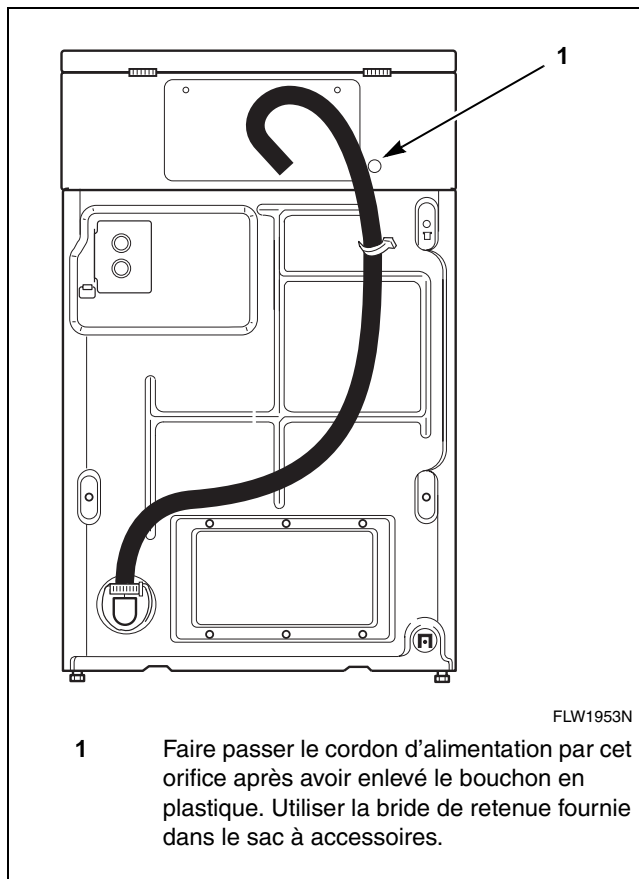

Figure 10
4. Faire passer le cordon d'alimentation par l'orifice. Se reporter à la *Figure 10*.
4. Faire passer le cordon d'alimentation par l'orifice. Se reporter à la Figure 10.